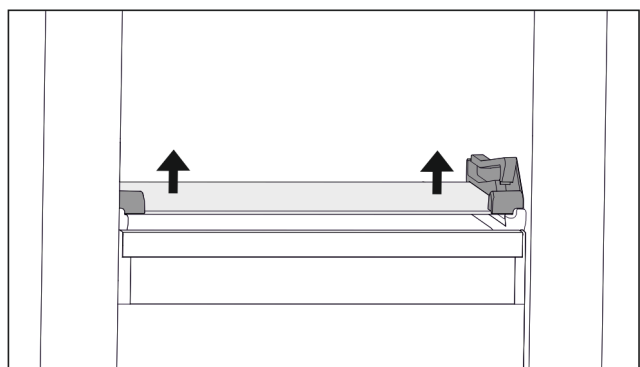

Fig. 33 Стеклнная пластина откидного выдвижного ящика
- ▶ Нажмите на стеклнную пластину снизу вверх с обеих сторон. (см. *Fig. 33*)